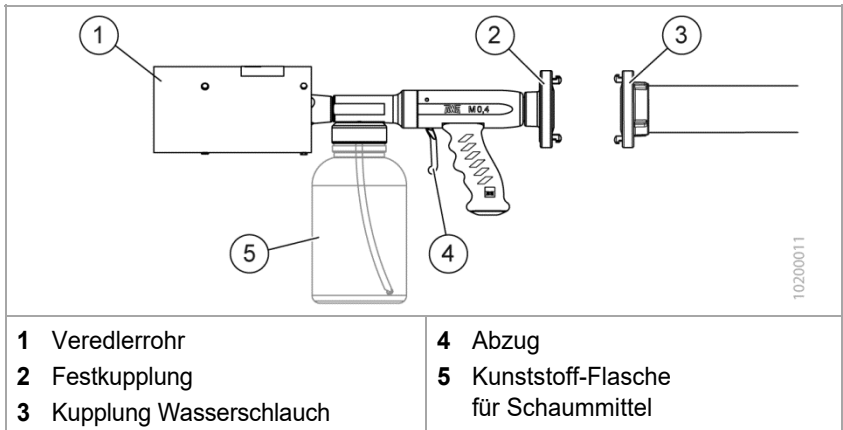

Fig. 2 Handhabung
1. Die Kupplung des Wasserschlauchs (Fig. 2/3) mit der Hand an die Kupplung an der Mittelschaumpistole (Fig. 2/2) anschließen.
1. Das Veredlerrohr (Fig. 2/1) auf den Brandherd oder den abzudeckenden Bereich ausrichten.
2. Die Mittelschaumpistole durch Drücken des Abzugs (Fig. 2/4) öffnen.
– oder die Kunststoff-Flasche (Fig. 2/5) von der Mittelschaumpistole losschrauben und das restliche Schaummittel in einen anderen Behälter einfüllen. Klares Wasser in die Kunststoff-Flasche einfüllen und am Schaumrohr festschrauben.
4. Die Wasserzufuhr schließen und die Kupplung des Wasser-schlauchs (Fig. 2/3) mit der Hand oder einem Kupplungsschlüssel von der Festkupplung an der Mittelschaumpistole (Fig. 2/2) lösen.